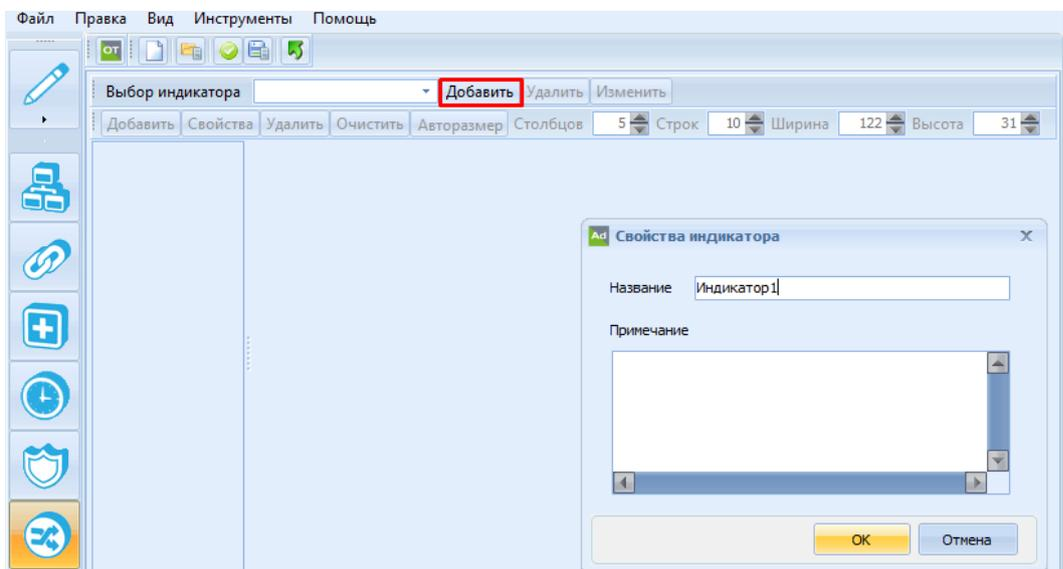

Рисунок 11.2 – Вкладка Индикатор, окно «Свойства индикатора»
- 1) В окне вкладки **Индикатор** на панели инструментов нажать кнопку «Добавить» и в открывшемся окне «Свойства индикатора» ввести название индикатора и примечание, если оно необходимо, а затем нажать кнопку ОК (рисунок 11.2).